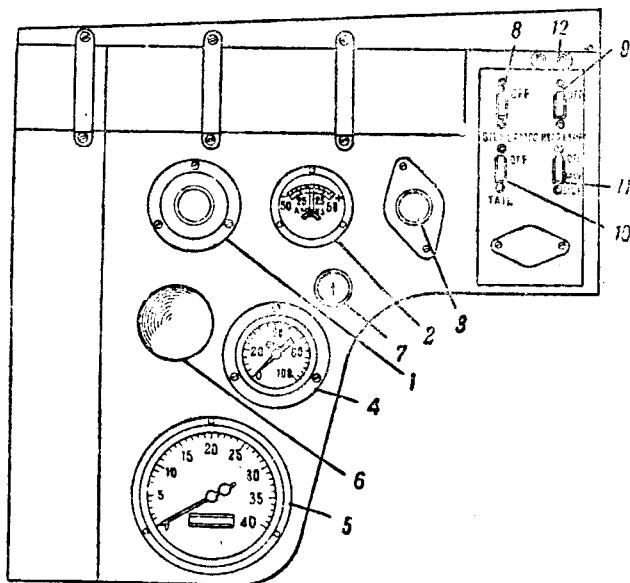

Рис. 7. Левый щиток контрольных приборов танка с двигателем GMC 6004:
5. Нажми на кнопку стартера (рис. 7) и одновременно на педаль акселератора. Двигатель должен завестись.